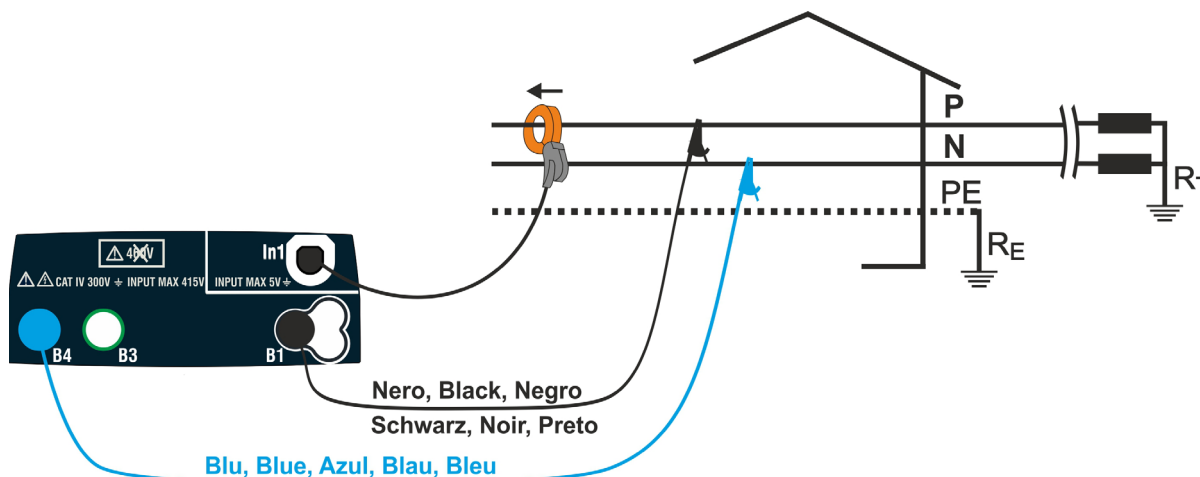

Fig. 42: Conexión para medida sobre instalación Monofásica
- **FE** → Esta tecla permite seleccionar el fondo de escala (FE) de los transductores de pinza utilizables con el instrumento. Están disponibles los siguientes valores: **1A, 5A, 10A, 30A, 40A, 100A, 200A, 300A, 400A, 1000A, 2000A, 3000A**
3. Inserte los conectores azul y negro de los cables en los correspondientes terminales de entrada del instrumento B4, B1. Inserte en los extremos libres de los cables los correspondientes cocodrilos o puntas. Conecte los cocodrilos o las puntas a las fases P y N de acuerdo con la Fig. 42 para la medida de la tensión en sistemas Monofásicos. Conecte la pinza externa en la entrada **In1** del instrumento y al conductor de fase para sistemas Monofásicos. La flecha presente en la pinza debe seguir la dirección de la corriente, normalmente del generador hacia la carga como se muestra en la Fig. 42